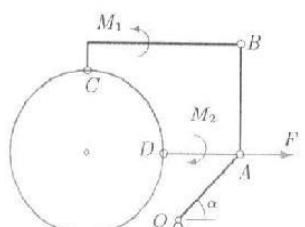

рис. 4
**Задача 4.** Механизм с идеальными стационарными связями находится в равновесии под действием силы  $F$  и моментов  $M_1 = 10$  Нм,  $M_2 = 11$  Нм. Длины звеньев  $OA = 4\sqrt{2}$  м,  $AB = 6$  м,  $AD = 5$  м, угол  $\alpha = 45^\circ$ . Стержни  $AD$  — горизонтальный,  $AB$  — вертикальный. Уголок  $CB$  изогнут под прямым углом, длинная сторона его горизонтальна. Диск радиуса  $R = 5$  м касается горизонтальной поверхности без проскальзывания (рис. 4). Вес стержней и диска не учитывать. Найти величину  $F$ .